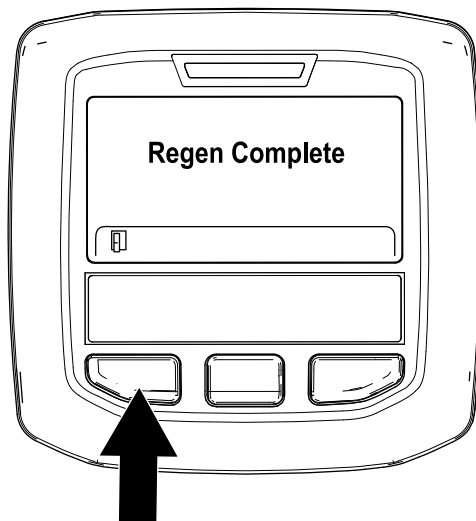

Figura 35
- A regeneração em estacionamento está concluída quando a mensagem “Regen Complete” (Regen. completa) surge no InfoCenter. Prima o botão esquerdo para sair para o ecrã inicial (Figura 35).